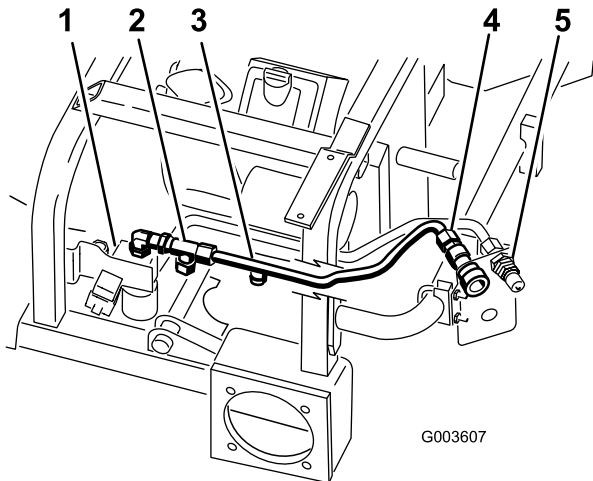

Bild 15
5. Positionieren Sie die Hydraulikleitung Nummer 2 in der Maschine, siehe Bild 15.
6. Befestigen Sie die Hydraulikleitung Nummer 2 am T-Stück, das am 90-Grad-Anschlussstück und oben am Ventil montiert ist (Bild 15).
7. Befestigen Sie die Hydraulikleitung Nummer 2 an der oberen Kupplung mit Außengewinde (Bild 15).